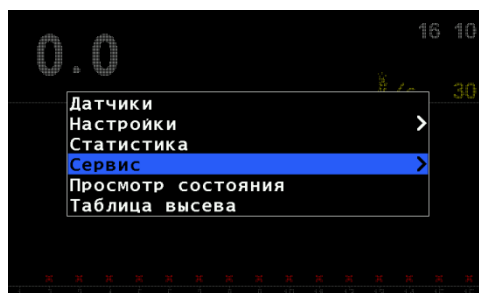

Рисунок 25
6. Находясь на главном экране, нужно вновь открыть главное меню нажатием кнопки "Меню". Кнопками "Вверх" и "Вниз" выбрать пункт меню "Сервис" (см. "Рисунок 25") и нажать "Меню".